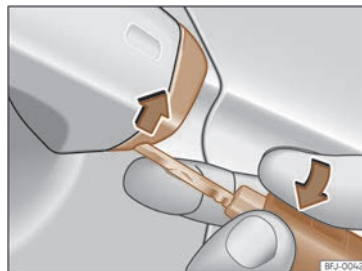

Fig. 74 Maneta de la porta del conductor: desprendre la tapa fent palanca.
• Introduïu l'espasí a l'obertura inferior de la tapa de la maneta de la porta del conductor » **fig. 74** i aixequen la tapa.